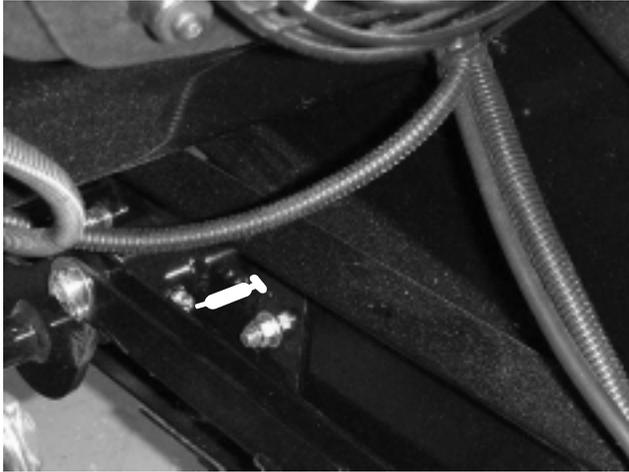

Figure 16
- Front fan mount pivots (2) (Fig. 16)